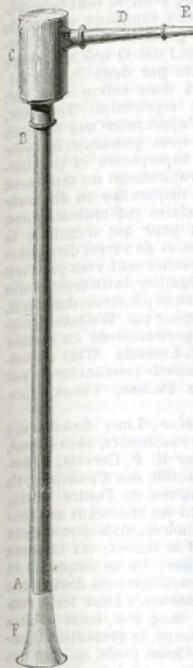
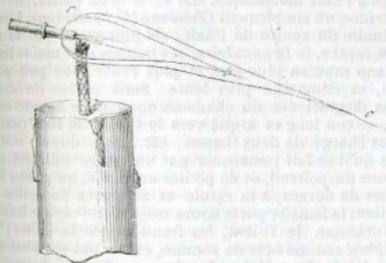

Fig. 486. — Chalumeau.
Fig. 487. — Dard produit par le chalumeau.
**CHALUMEAU** (Chimie, Technologie).— Tube de cuivre ou de fer-blanc ABCD (*fig. 486*) terminé à son extrémité supérieure par une embouchure F en ivoire ou en corne et à son extrémité inférieure E par un *bout* de platine ou de cuivre percé dans son axe d'une ouverture très-étroite. Si l'on tient cet appareil à la bouche et qu'on en approche le bout de la flamme d'une bougie (*fig. 487*), le courant d'air qui s'en échappe dévie la flamme et l'allonge en un *dard abc* d'une température très-élevée. On obtient ainsi une source de chaleur très-limitée, mais très-active. On l'emploie en chimie à fondre des corps, à oxyder ou réduire les combinaisons métalliques et même à les analyser pour en reconnaître la nature. Berzelius et